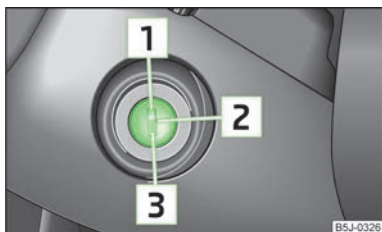

Fig. 82
- În timpul deplasării, la oprirea motorului, cheia trebuie să se găsească întotdeauna în poziția **[2]** » fig. 82 la pagina 81 (contact cuplat). Această poziție este semnalizată prin aprinderea de lămpi de control. Dacă acest lucru nu se întâmplă, mecanismul de direcție se poate bloca neintenționat - Pericol de accident!
- Demarorul poate fi acționat (cheia în poziția **[3]** » fig. 82 la pagina 81) numai când motorul nu este pornit. Dacă se acționează demarorul când motorul este în funcțiune, se poate deteriora demarorul, respectiv motorul.
Dacă **mechanismul de direcție este blocat** iar cheia nu se poate roti, sau se rotește cu greu în poziția **Z** » fig. 82, atunci volanul trebuie rotit puțin încolo și înapoi - astfel se deblochează mecanismul de direcție.
- » Apăsăți pedala de ambreiaj până în podea, cuplați contactul **Z** » fig. 82 la pagina 81 și porniți **3** - nu accelerați. Mențineți complet apăsată pedala de ambreiaj până când pornește motorul.
Opriți motorul prin rotirea cheii de contact în poziția **1** » fig. 82 la pagina 81.